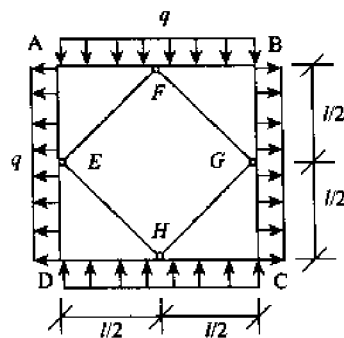

图 10-42
3. 如图 10-42 所示正方形刚架,由材料相同的等截面杆组成,试计算其内力。